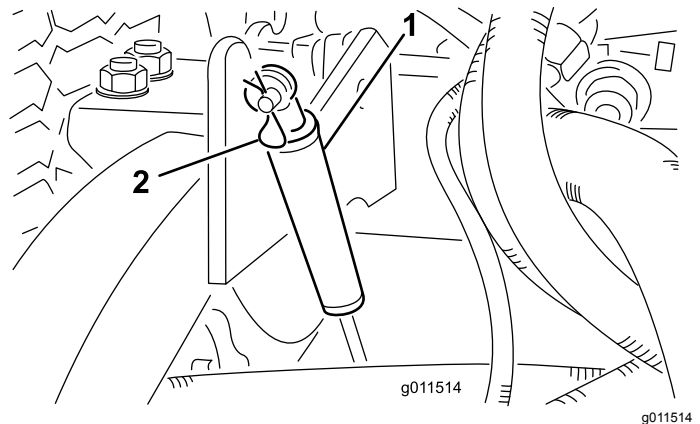

Figura 100
2. Retire o contrapino tipo grampo que fixa os amortecedores aos braços de elevação (Figura 100).